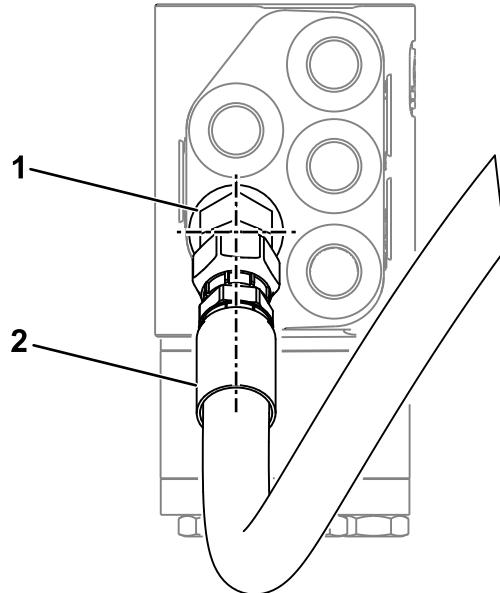

Figura 12
4. Collegate il raccordo del flessibile idraulico diritto al nuovo raccordo a 45° come illustrato nella Figura 12.
6. Accertatevi che il flessibile e i raccordi siano allineati come illustrato nella Figura 11 e Figura 12 e che non ci siano aggrovigliamenti nel flessibile quando viene inserito accanto ai tubi idraulici esistenti.